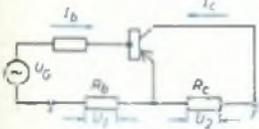
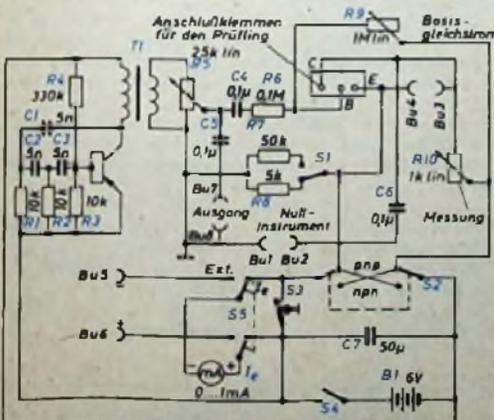

Bild 1. Prinzipschaltung für die Messung der Stromverstärkung eines Transistors
Bild 2. Vollständiges Schaltbild des Prüfgeräts für Transistoren zum Messen der Stromverstärkung
Bild 1 (links), Rückkopplungsnetzwerk für einen zwei-stufigen Transistor-Oszillator. Bild 2 (rechts), Zwei-stufiger RC-Oszillator mit zwei npn-Transistoren und dem RC-Netzwerk nach Bild 1
Für beide Oszillatortypen lassen sich sehr einfache RC-Netzwerke angeben, die besonders für Transistoren günstig sind, weil bei ihnen die geforderten Verhältnisse hinsichtlich der Stromübertragung eintreten und weil sie für einen kleinen Abschlußwiderstand, den niederohmigen Eingangswiderstand des Schwingtransistors, geeignet sind. Bild 1 zeigt ein RC-Netzwerk für einen zwei-stufigen Transistor-Oszillator. Wenn es im Rückkopplungsweg von einer sehr hohen Impedanz auf eine niedrige Impedanz arbeitet, hat seine Stromübertragung für die Frequenz
Im Bild 2 ist die Schaltung eines mit dieser RC-Rückkopplung versehenen Oszillators dargestellt, dessen beide npn-Transistoren in Emitterschaltung arbeiten. Ein Widerstand  $R$  des Rückkopplungsnetzwerkes ist gleichzeitig der Kollektorwiderstand der zweiten Transistorstufe. Die Widerstände zwischen Kollektor und Basis der Transistoren liefern einen geeigneten Vorstrom und bewirken eine Stabilisierung der Schwinghaltung. Die Schwingfrequenz dieses Oszillators ist etwa 10 kHz. Sie stimmt also nicht genau mit dem aus Gl. (1) ergebenden Wert überein. Die Differenz dürfte auf eine Phasendrehung zurückzuführen sein, die die Kopplung zwischen den beiden Transistoren hervorruft.
Ein mit diesem Phasenschieber-Netzwerk ausgestatteter einstufiger Transistor-Oszillator ist im Bild 4 wiedergegeben. Auch hier ist der Widerstand  $R_1$  des Rückkopplungsnetzwerkes gleichzeitig Kollektorstromwiderstand des Transistors. Zwischen Kollektor und Basis ist, ähnlich wie im Bild 2, ein Stabilisierungswiderstand geschaltet. Die Schwingfrequenz liegt bei etwa 500 Hz. Die
Schwingspannung dieses Oszillators hat einen kleineren Klirrfaktor als die des zweistufigen Oszillators nach Bild 2, weil das Rückkopplungsnetzwerk für die Oberläufe der Schwingfrequenz eine starke Gegenkopplung bewirkt.
Das Prüfgerät arbeitet nach dem im Bild 1 dargestellten Prinzip. Ein Wechselstromgenerator  $U_G$  steuert die Basis des zu untersuchenden Transistors in Emitterschaltung und erzeugt im Basiskreis den Wechselstrom  $I_b$ . Dieser verhältnismäßig kleine Basisstrom  $I_b$  hat in dem kurzgeschlossenen Kollektorkreis des Transistors einen entsprechend verstärkten Kollektorstrom  $I_c$  zur Folge. Da sowohl  $I_b$  als auch  $I_c$  recht geringe Werte haben, ist es schwierig, die Stromverstärkung durch unmittelbare Messung dieser beiden Stromwerte zu bestimmen. In dem Prüfgerät wird daher ein indirektes Meßverfahren benutzt, bei dem nur eine einzige Einstellung eines Potentiometers mit Hilfe eines Nullinstrumentes erforderlich ist.
Die Stromverstärkung des Transistors ist von dem Wert eines Gleichvorstromes abhängig, der dem Steuerstrom  $I_c$  überlagert und mit diesem gemeinsam der Basis zugeführt wird. Das Prüfgerät muß deshalb noch Mittel zum Einstellen und zur Kontrolle dieses Gleichvorstromes enthalten, die aber in dem vereinfachten Schema im Bild 1 fortgelassen wurden.
Bild 2 zeigt das vollständige Schaltbild eines nach dem beschriebenen Prinzip arbeitenden Prüfgerätes. Der Wechselstromgenerator  $U_G$  ist ein Phasenschieber-Oszillator, der mit einem Transistor in Emitterschaltung bestückt ist und mit einer Frequenz von 1000 Hz schwingt. Den Phasenschieber bildet das RC-Netzwerk  $R_1, R_2, R_3, C_1, C_2, C_3$ . Die Schwingspannung gelangt über einen Ausgangstransformator  $T_1$  mit dem Übersetzungsverhältnis 10:1 zu der eigentlichen Meßeinrichtung. Der Transformator dient zur Impedanzanpassung und verhindert eine unzulässige Belastung des Oszillators, die zum Aussetzen der Schwingungen führen könnte. Außerdem bewirkt er eine gleichstrommäßige Trennung von Oszillator und Meßeinrichtung, so daß für den Betrieb des Transistors im Oszillator und des zu untersuchenden Transistors im Meßeil des Gerätes dieselbe Batterie  $B_1$  verwendet werden kann. Mit dem Potentiometer  $R_5$  läßt sich die vom Oszillator abgegriffene Schwingspannung und damit der dem Prüfling zugeführte Basisstrom  $I_b$  einstellen.
Das Nullinstrument, das ein Oszillograf, ein Tonfrequenzverstärker oder ein ähnliches Instrument sein kann, wird an den Klemmen  $Bu_1$  und  $Bu_2$  angeschlossen. Den Widerstand  $R_0$  im Basiskreis (Bild 1) stellen die Widerstände  $R_7$  (50 kOhm) und  $R_8$  (5 kOhm) dar, die man mittels  $S_1$  wahlweise in den Basiskreis einschalten kann. Auf diese Weise lassen sich zwei um den Faktor 10 verschiedene Meßbereiche auswählen. Die eigentliche Messung erfolgt durch  $R_{10}$  (1-kOhm-Potentiometer mit linearer Kennlinie), der dem Widerstand  $R_c$  im Bild 1 entspricht. Bei der Messung wird  $R_{10}$  so lange verändert, bis das Nullinstrument ein Spannungsminimum anzeigt. Ganz auf Null läßt sich die Spannung an den Klemmen  $Bu_1$  und  $Bu_2$  nicht bringen, da die Kollektorkapazität, die Schaltkapazitäten und andere Streukapazitäten eine gewisse zusätzliche Phasendrehung bewirken, die nicht kompensiert wird.